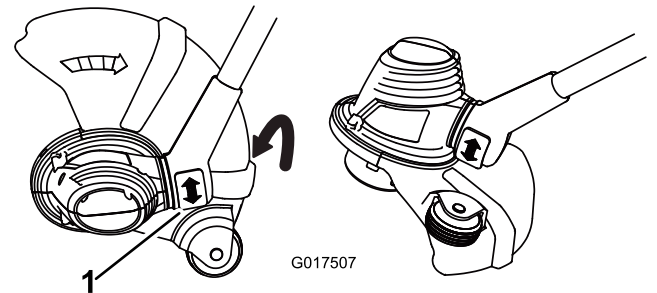

Figure 5
- Pour régler l'orientation de la base, appuyez sur le bouton de rotation situé au bas de l'arbre, puis tournez la base dans la direction voulue (Figure 5).